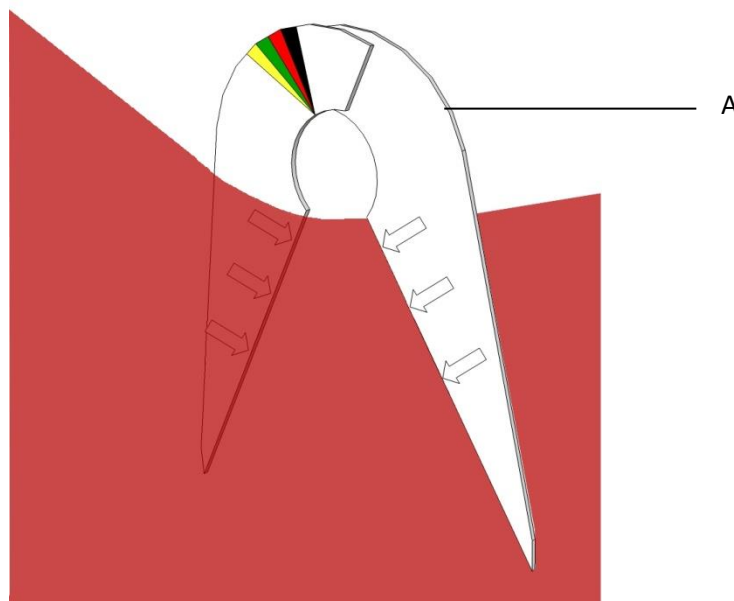

Fig. 2
- Ajustar la **galga A** de forma que las partes inferiores estén en contacto con el cuello del caballo en toda su longitud (ver Fig. 2).